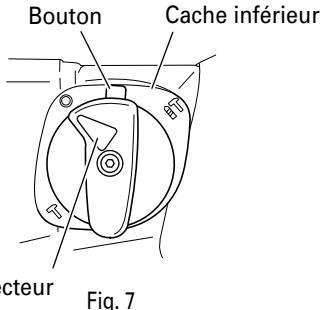

Fig. 7
(2) Pour fixer la position de travail d'outils tels que ciseau à froid, etc.
- Aligner ▲ du levier de sélection sur  du support de levier comme indiqué sur la Fig. 7.